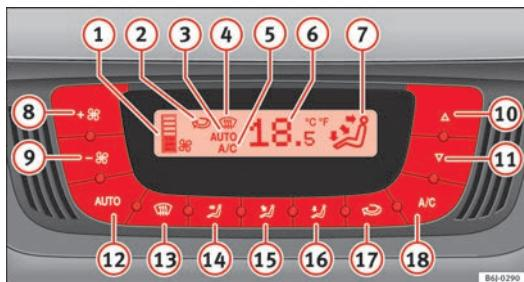

Fig. 96 Mandos del Climatronic en el tablero de instrumentos
- Pulse las teclas ⑩ y ⑪ → fig. 96 para ajustar la temperatura.
- ① Indicador del nivel del ventilador.
- ② Indicador de la función de recirculación de aire
- ③ Indicador AUTO (Funcionamiento automático)
- ④ Indicador de desempañado
- ⑤ Indicador AC (Refrigeración conectada)
- ⑥ Indicador de la temperatura interior seleccionada
- ⑦ Indicador de la dirección del caudal de aire
- ⑧ Aumento de la velocidad del ventilador
- ⑨ Disminución de la velocidad del ventilador
- Pulse la tecla **AUTO**. Se visualiza la indicación **fig. 96 (3)**.
- Pulse las teclas **10** y **11** **fig. 96** para ajustar la temperatura deseada en el habitáculo. Se recomienda ajustar una temperatura de 22°C (72°F).
- Pulse una de las teclas **fig. 96 (4)** a **(6)** o presione el regulador del ventilador **8** y **9**. Se apaga la indicación **(3)**.
El ventilador puede ajustarse por medio de las teclas **8** y **9** **fig. 96**. Si el ventilador está apagado (en la pantalla no se indica ningún nivel **(1)** y si transcurrido 1 segundo se vuelve a pulsar la tecla **9**, se apaga el Climatronic).
- Pulse la tecla  para conectar o desconectar la recirculación de aire. Está conectada si aparece el símbolo  → fig. 96 en la pantalla.